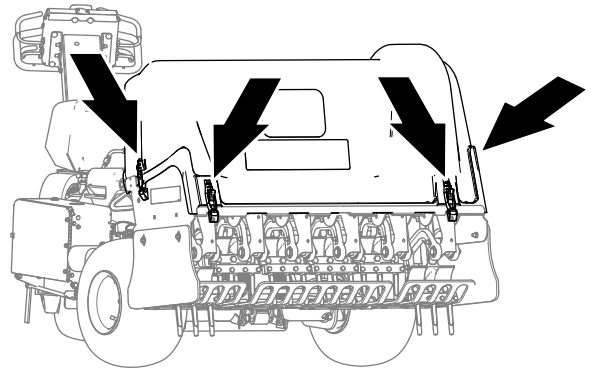

图 148
4. 打开 4 个门锁位置处的打孔头盖板的门锁 图 148 和 图 150。